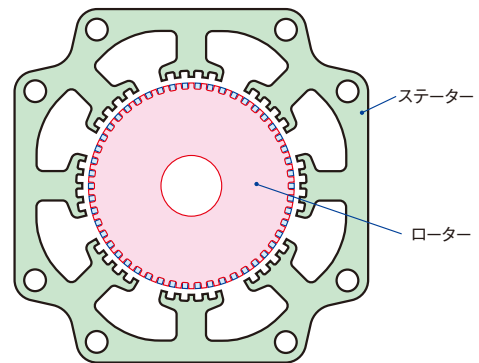

図 19 ステッピングモーターの断面図
ステッピングモーターのステーターとローターにはそれぞれ小歯が設けられています(図 19 参照)。ステーターの主極の巻線(コイル)を励磁すると、その主極の小歯とローターの小歯が引きつけあい、対向した状態で停止します。停止しているモーターのシャフトにトルクを加えると、わずかに回転させることができます。このとき、加えたトルクとシャフトの回転角度の関係を表したものを、角度-トルク特性( $\theta$ -T特性)といいます(1)(図 20 参照)。ステッピングモーターの角度-トルク特性による把持力はフィンガの閉じ幅で変化します。位置決め運動により微小な力で把持するときは、図 20 の①~③のトルクを利用します。